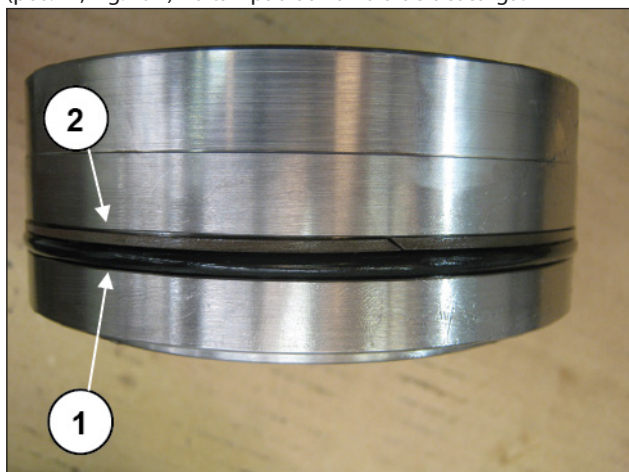

Fig. 194
Monte o anel circular (pos. ①, Fig. 194) e o anel anti-extrusão (pos. ②, Fig. 194) no tampão da válvula de descarga.